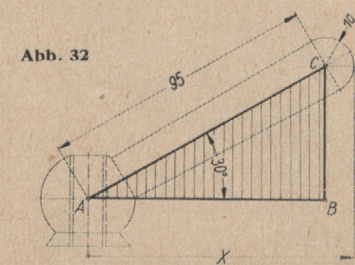

Abb. 32
1. Lösung: Aus dem rechtwinkligen Dreieck ABC (Abb. 32) läßt sich zunächst mit Hilfe des gegebenen Winkels 30° und der gleichfalls bekannten Hypotenuse AC die Strecke AB (Ankathete des Winkels 30°) berechnen; es gilt die Cosinusfunktion Gl. (6):
$AB \approx 82,27$ mm. Der größte Halbmesser x ergibt sich mit Bezug auf Abb. 32 zu:
2. Lösung: Die Gleichung $0,86603 = \frac{AB}{95}$ ergibt sich auch, wenn statt mit dem Winkel 30° bei A (Abb. 32) mit dem Ergänzungswinkel bei C, also mit $90^\circ - 30^\circ = 60^\circ$ gerechnet